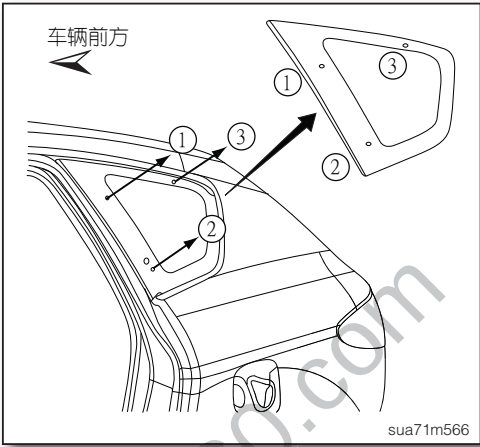

图3
5. 拆开安装在侧车窗钣金上的侧车窗玻璃固定扣①~③，取下侧车窗玻璃(如图3)。